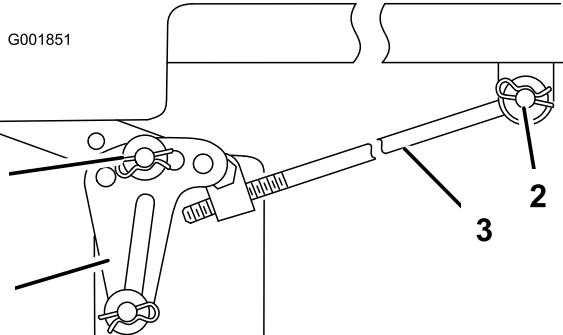

Figura 58
**Nota:** Antes de retirar el cortacésped, anote los taladros usados para los soportes de nivelación (Figura 58).
5. Retire el pasador de horquilla y la arandela de la varilla de ajuste (Figura 58) en cada lado del cortacésped.
6. Retire el pasador y la arandela del soporte de nivelación del cortacésped (Figura 58) en cada lado del cortacésped. Observe en qué taladro está montado el soporte para instalaciones futuras. Retire los soportes del perno de montaje.
6. Conecte la varilla de ajuste a la máquina con la arandela y el pasador de horquilla (Figura 58) en cada lado del cortacésped.
7. Deslice los soportes de nivelación sobre los pernos de montaje y fíjelos con las arandelas y los pasadores (Figura 58).